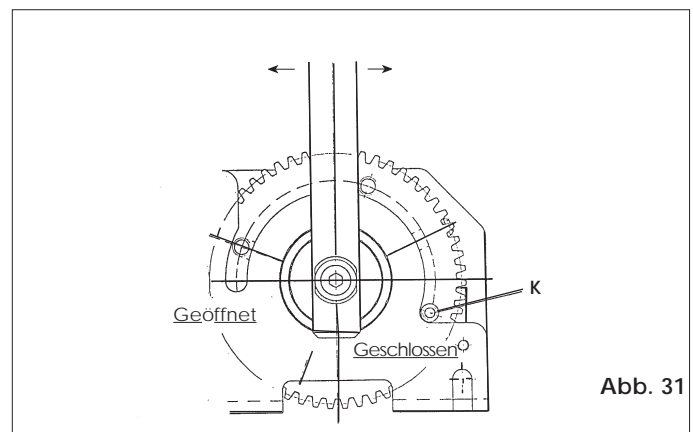

Abb. 31
- 4) Die Feder an- bzw. entspannen, hierbei den Arm in die entsprechende Richtung drehen und die Schraube in die Bohrung K (Abb. 31) eindrehen.